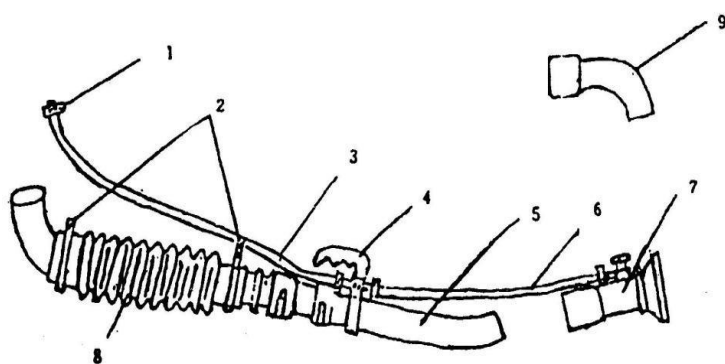

Fig. 4
4. Collegare il tubo spruzzatore all'apparecchio come mostrato nella fig. 4.